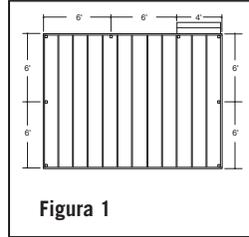

Figura 1
Paso 1: Determine el número de postes de barandal necesarios para su terraza. El espaciado de los postes es de 6' al centro. Ejemplo: Una terraza de 12'x16' fija a una construcción con una abertura de acceso de 4' en un lado requerirá un total de ocho postes (Figura 1).